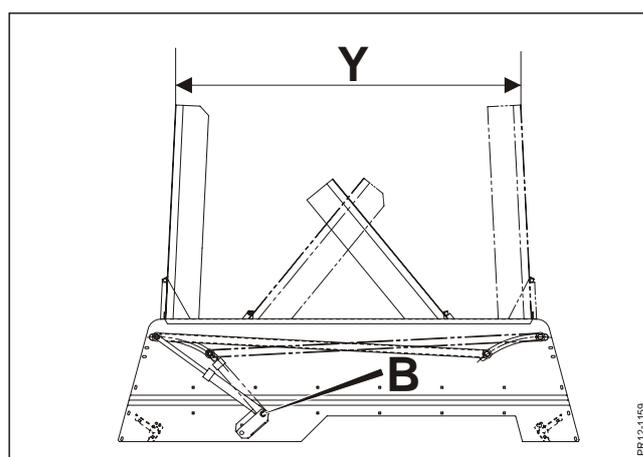

Fig. 3-23
Fig. 3-23 Le vérin peut être déplacé en position **B** ce qui entraîne un mouvement plus réduit pour les tôles à andains avec une distance **Y** entre les tôles minimale. Dans cette position, on obtient un double andain asymétrique plus étroit où les deux andains simples sont aussi plus étroits.
**AVERTISSEMENT:** Pour travailler en récolte dense et humide, la position standard est préférable car l'angle des tôles à andains, comme indiqué sur la figure 3-23 peut empêcher une circulation sans problème de la récolte.